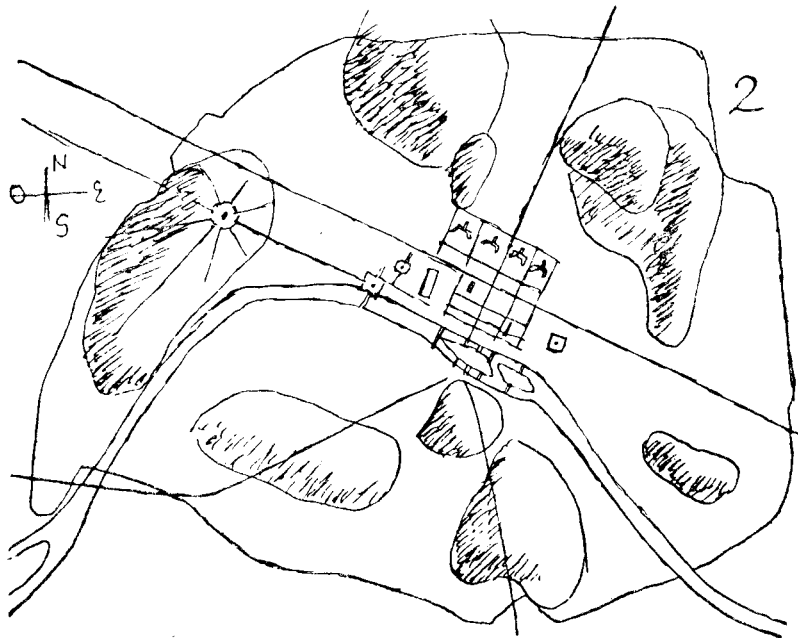

FIG. 69
*urbanismo de tres dimensiones* (en el suelo y en el espacio). Todo se puede entonces matizar, variar, multiplicar, *ser infinitamente resonante*, recurrente. Estoy persuadido de que no hay otro camino para alcanzar la radiación arquitectónica: preludio, coral y fuga, melodía y contrapunto, textura y ritmo. Fig. 69.